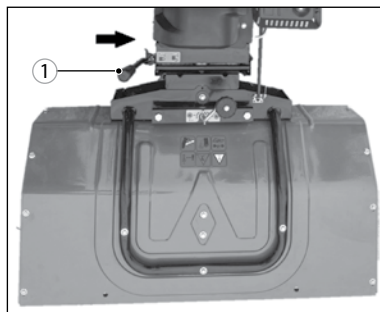

Рис. 7
3. Переведите рукоятку 1 в положение  (ближнее к корпусу) (рис. 7).